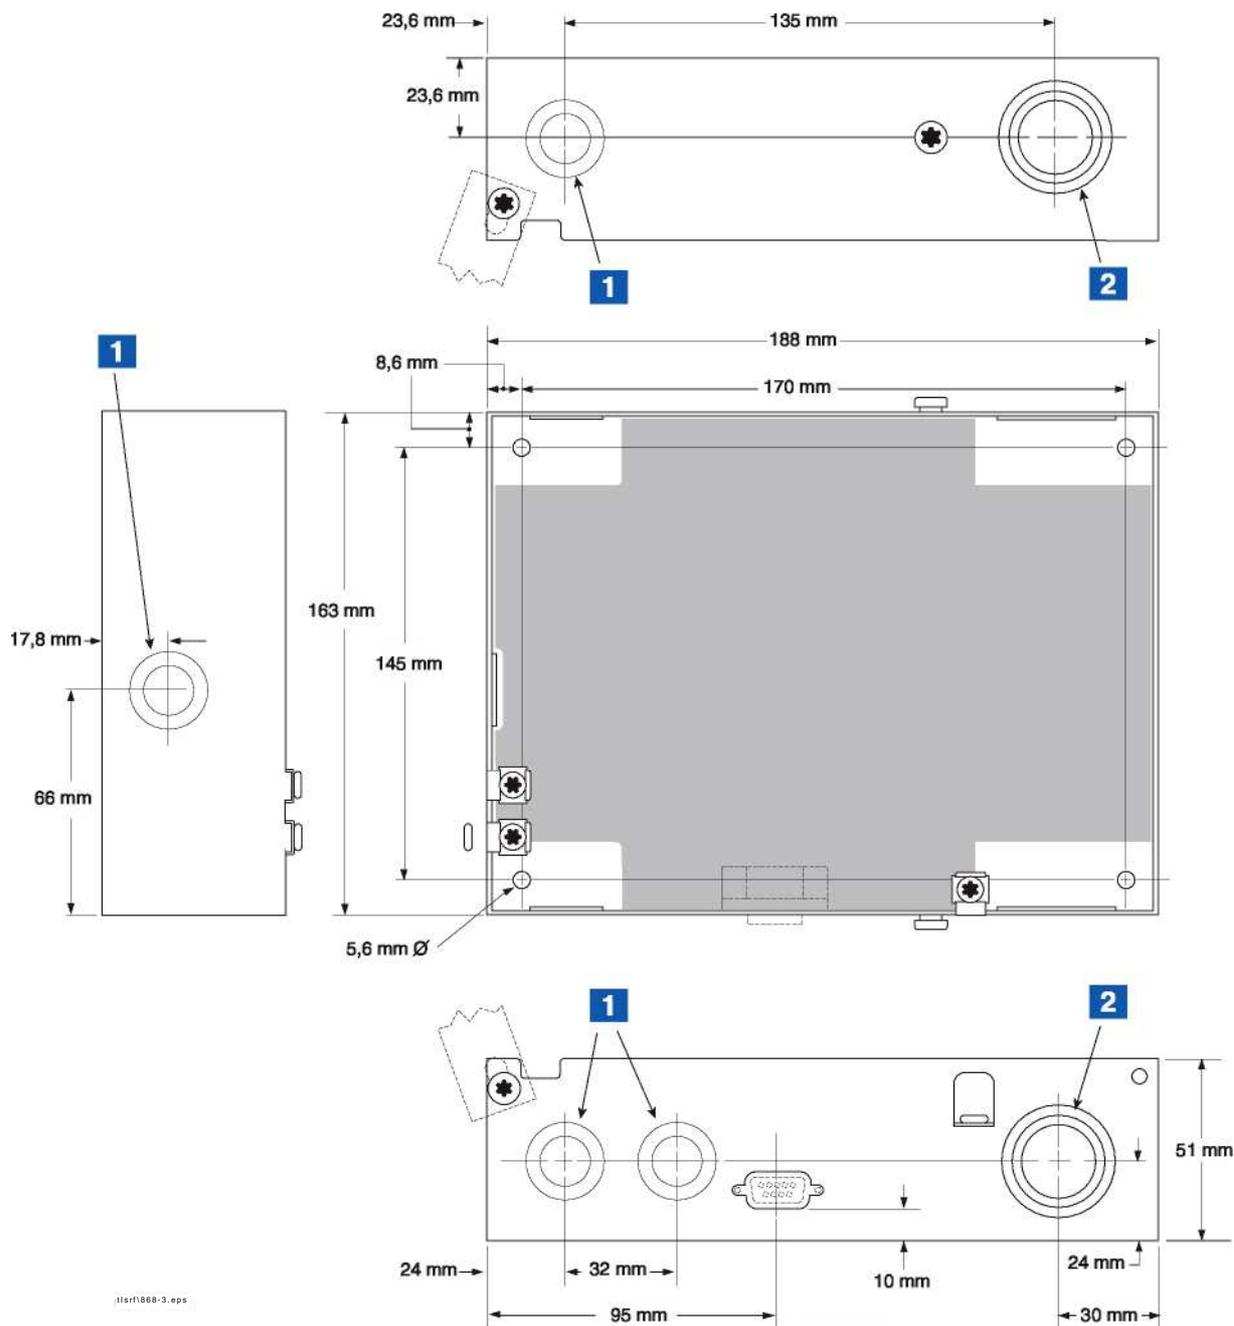
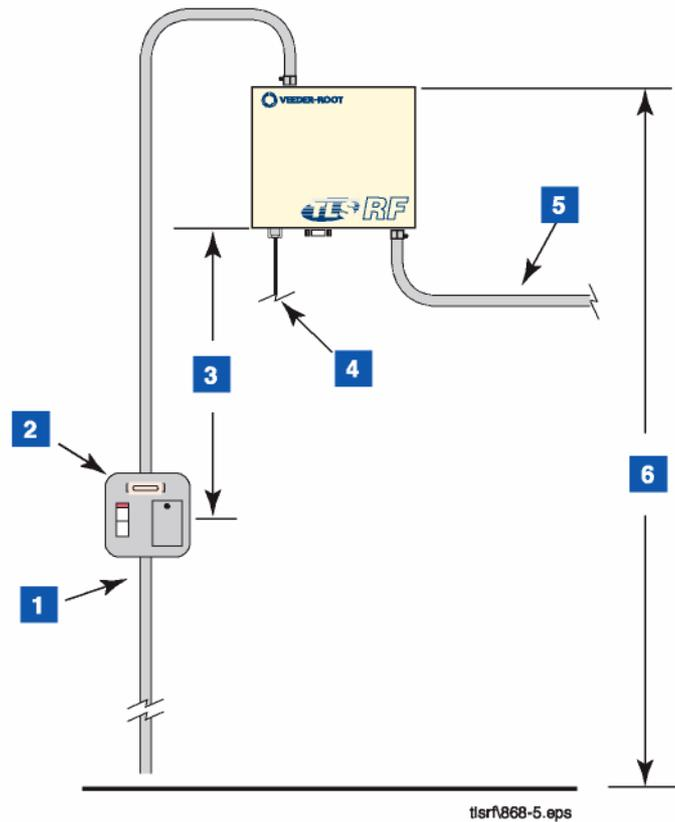

Figura 3. Dimensioni della console e fori predisposti per l'ingresso dei cavi
Figura 5. Montaggio consigliato di TLS RF
Le dimensioni del TLS RF sono mostrate in figura 3.
LEGENDA BOX NUMERATI IN FIGURA 3
La figura 5 illustra il montaggio raccomandato dell'unità. Installare i dispositivi di fissaggio dell'unità alla superficie di montaggio usando i fori (170 x 145 mm) mostrati in Figura 3. Possono essere usate viti di montaggio di diametro sino a 4,7 mm.
Installare il condotto metallico tra il foro superiore predisposto sull'unità e il pannello di alimentazione. La figura 3 mostra i tre fori designati (in alto, a sinistra, e in basso) attraverso cui il cablaggio di alimentazione può entrare con sicurezza nell'unità.
LEGENDA BOX NUMERATI IN FIGURA 5
Collegare il condotto dal pannello elettrico solo ai fori predisposti per l'area elettrica dell'unità (1 in alto e 2 in basso, vedi Figura 3).
<p>1. Collegare il cavo di terra del telaio (2,5 mm²) al capocorda di terra.</p> <p>2. Conduttore protettivo di terra (verde e giallo). Collegare il cavo di terra da 4 mm² al capocorda di terra. La terra deve essere la stessa dell'alimentazione e meno di 1,0 ohm a terra.</p> <p>3. Cavi input alimentazione CA (2,5 mm²) a terminali input CA.</p> <p>4. NOTE CABLAGGIO ALIMENTAZIONE:</p> <ul style="list-style-type: none"> - Il diametro della terra deve essere di almeno 4mm². - Accertarsi che la resistenza elettrica tra il capocorda di terra dell'unità ed una buona terra nota sia meno di 1 ohm. - Collegare i fili di alimentazione elettrica nel pannello elettrico ad un circuito separato dedicato. - Valori elettrici di input nominali - 120 o 240 V CA, 50/60 Hz, 2 ampere massimo. - Vedere in Figura 3 le posizioni dei fori di ingresso del cablaggio elettrico nell'unità. Il cablaggio elettrico deve entrare solo tramite le aree previste. <p>5. Lato intrinsecamente sicuro</p> <p>6. Lato alimentazione</p> <p>7. Porta diagnostica RS-232:</p> <ul style="list-style-type: none"> - Baud rate - 9600 - Lunghezza dati - 8 - Parità - Nessuna - Stop bit - 1
- Vedere in Figura 3 le posizioni dei fori di ingresso del cablaggio elettrico nell'unità. Il cablaggio elettrico deve entrare solo tramite le aree previste.